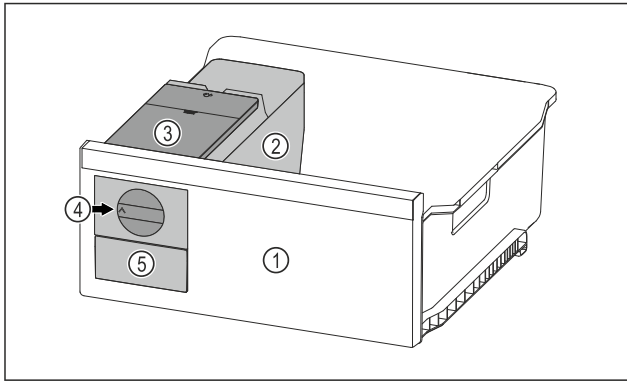

Fig. 75 Representación a modo de ejemplo
- ▶ Girar el botón giratorio Fig. 75 (4) en el sentido de las agujas del reloj hasta el tope.
- ▶ Los cubitos de hielo caen de la cubitera al compartimento de cubitos de hielo Fig. 75 (5).